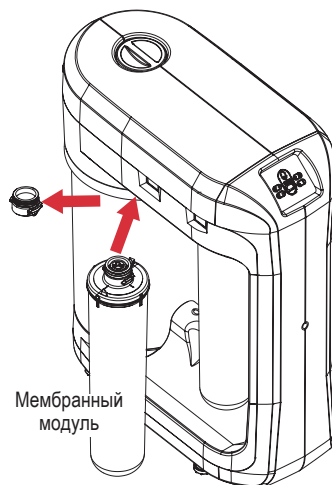

Рис. 14
- Удалите из гнезд блока обратноосмотических мембран сервисные заглушки и установите на их место мембранные модули, как показано на рис. 14.